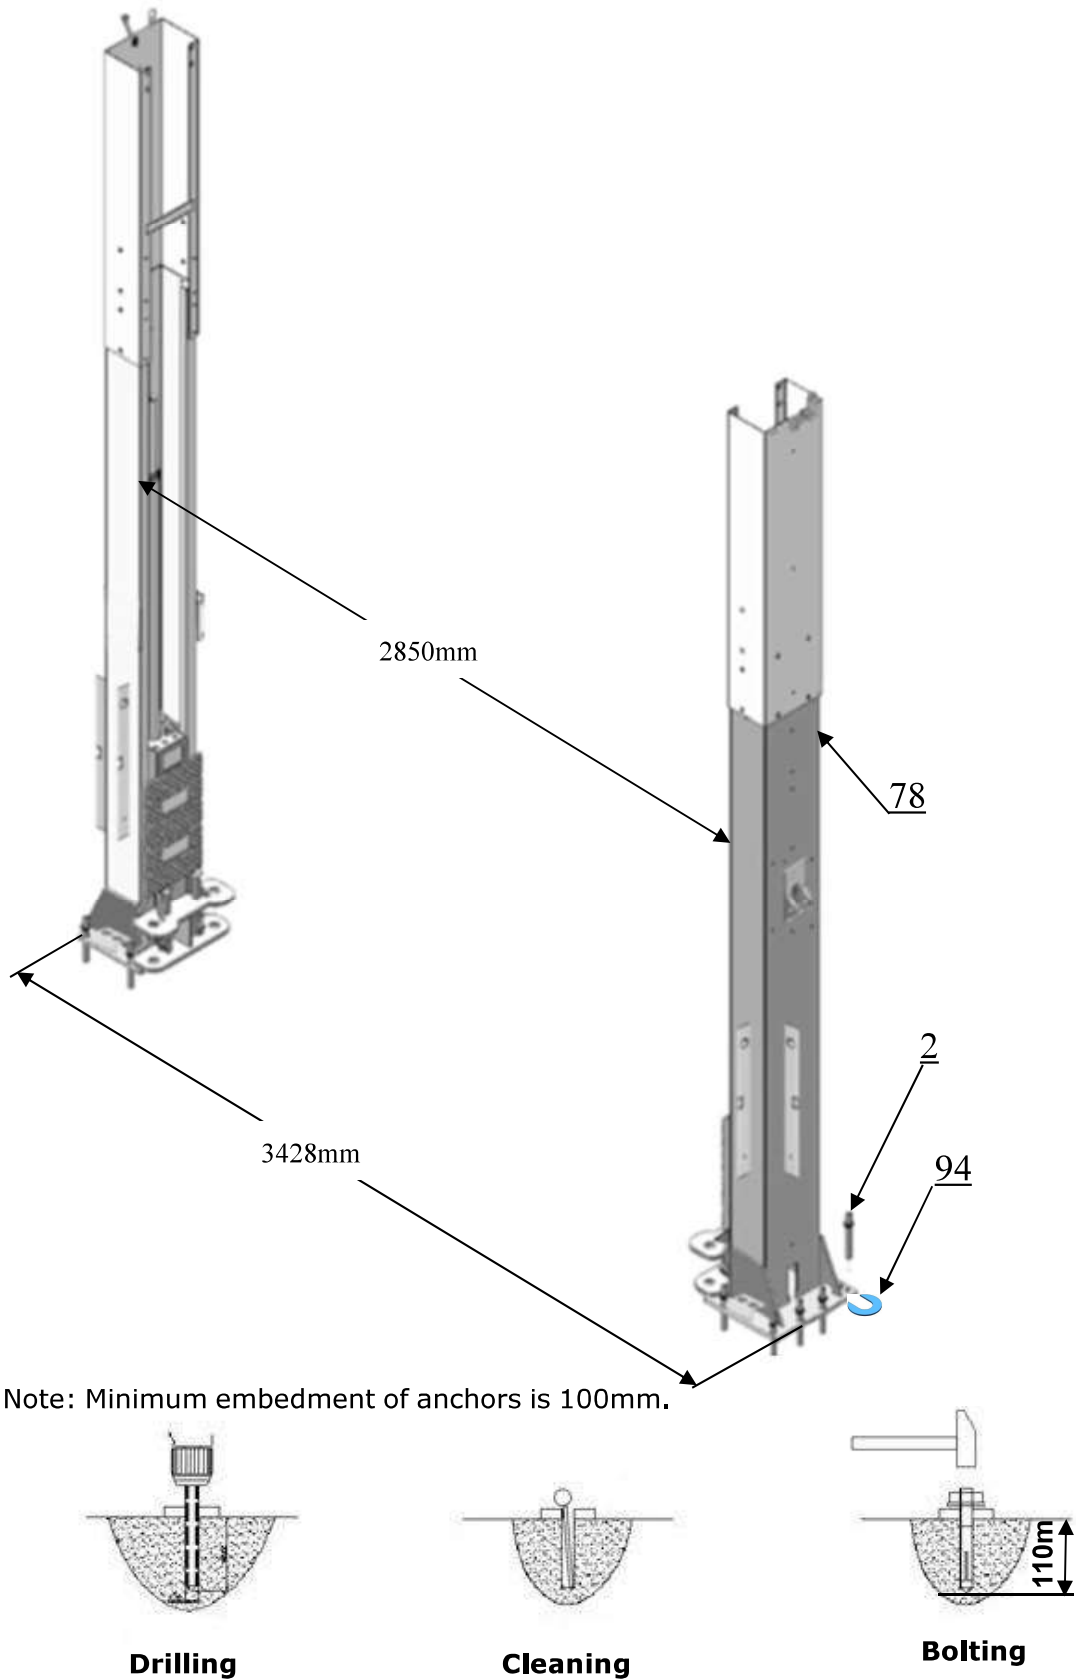

Fig. 16
F. Position columns (See Fig. 16)